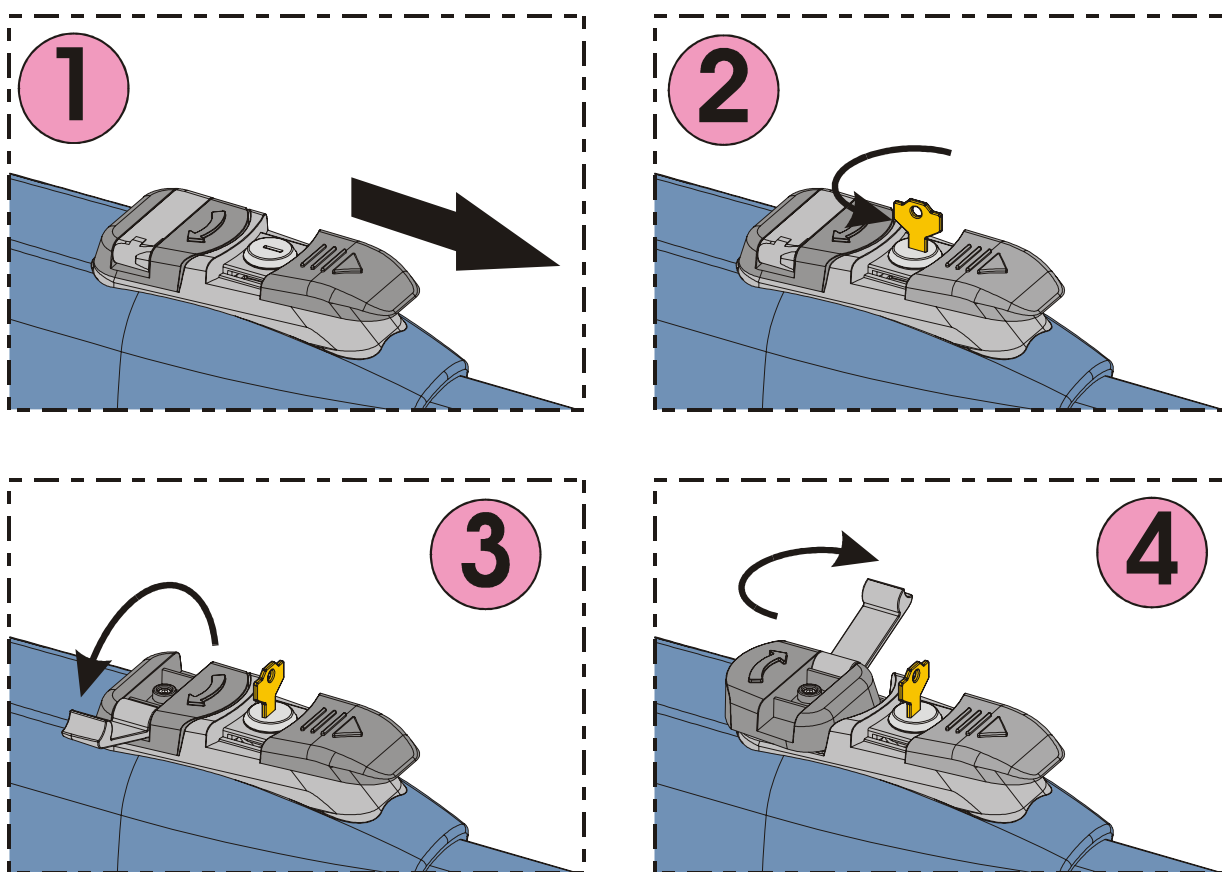

Fig. 22
- 2) Far scorrere il cappuccio protettivo, Fig.22/1.
- 3) Inserire la chiave e ruotarla di 90°, Fig.22/2.
- 4) Sollevare la leva di manovra, Fig.22/3.
- 5) Per sbloccare l'operatore ruotare di 180° la leva di manovra nella direzione della freccia presente sul sistema di sblocco, Fig.22/4.